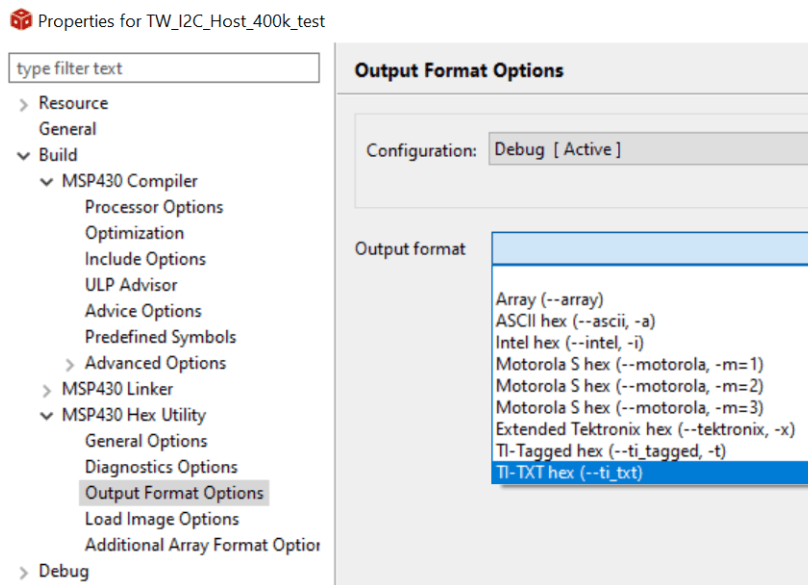

图 4-5. 在 CCS 中生成 TI-TXT 十六进制文件
- 将应用程序代码（此处可使用演示 bsl_software_invoke_app_demo_uart）导入 CCS 并以 TI-TXT 十六进制格式生成目标器件固件（请参阅图 4-5）。